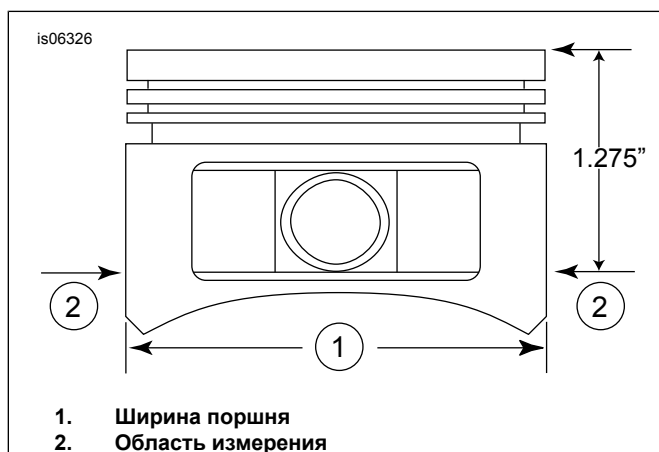

Рисунок 2. Размеры для поршня
5. См. рис. 2. Измерьте ширину поршня (1), 90 градусов по горизонтали с обеих сторон отверстия для поршневого пальца и 1,275 дюйма (32,385 мм) вниз от деки (верхней) поверхности поршня (2). См. Таблица 11 — посадка поршня на цилиндр в этой точке.